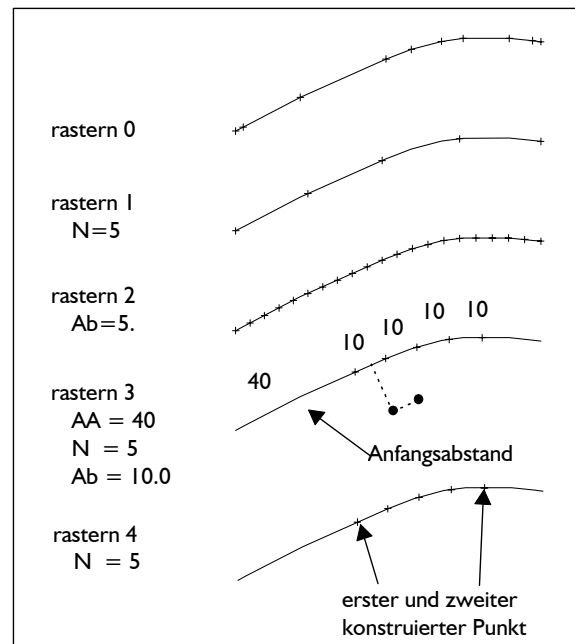

Bild 5-8
Jede Linie ist in Grafis ein Polygonzug (siehe Abschnitt 4.3). Mit *rastern 0* werden entlang der Linie deren Stützpunkte angezeigt. Im Fall von Geraden sind das die Anfangs- und Endpunkte. Ein Beispiel für eine Kurve enthält Bild 5-8.
Diese Funktion konstruiert eine Anzahl von Punkten mit gleichen Abständen entlang einer Linie. Die Anzahl der Punkte, einschließlich Anfangs- und Endpunkt, sind in der Zeile  $N=...$  vorzugeben (Bild 5-8). Dazu wird mit  diese Zeile angeklickt, die Punktzahl eingegeben und <ENTER>. Nach Aktivieren von *rastern 1* ist die gewünschte Linie anzuklicken.
Mit *rastern 2* werden Punkte mit vorgegebenem Abstand  $Ab=...$  entlang der Linie konstruiert. Den Abstandswert korrigiert Grafis so, daß die Punkte von Anfang bis Ende gleiche Abstände haben (Bild 5-8). Der vorgegebene Abstandswert ist somit ein ca.-Wert.
*Rastern 3* ist eine der beiden Knopflochfunktionen. Für diese Funktion muß der Anfangsabstand  $AA=...$  vom Anfang der Linie zum ersten Punkt, die Anzahl der Punkte  $N=...$  und der Abstand zwischen den Punkten  $Ab=...$  eingegeben werden (Bild 5-8). Nach Eingabe der Werte  $AA=...$ ,  $N=...$  und  $Ab=...$  und Aktivieren von *rastern 3* ist die gewünschte Linie unter Beachtung des Rechtsprinzips anzuklicken. Das Rechtsprinzip wurde in den Abschnitten 4.3 und 4.5 ausführlich erläutert.
*Rastern 4* ist die zweite Knopflochfunktion. Eine Anzahl von Punkten  $N=...$  wird gleichmäßig zwischen zwei konstruierten Punkten verteilt (Bild 5-8). Zuerst ist die Anzahl der Punkte  $N=...$  einzugeben und dann die Linie anzuklicken. Zur Konstruktion von Anfangs- und Endpunkt des Rasterbereiches öffnet sich jeweils das Untermenü Punktkonstruktion, das erst in Kapitel 6 behandelt wird. Üben Sie die Funktion *rastern 4* erst nach dem Erlernen der Punktkonstruktion.